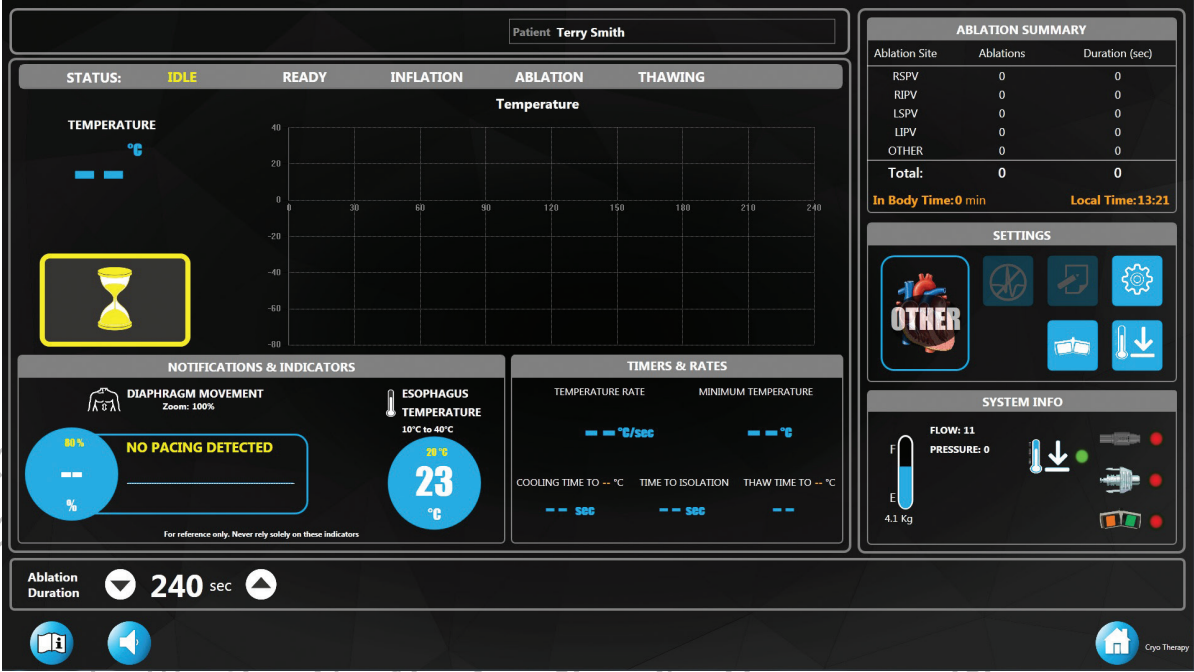

Figura 4. Pantalla Therapy (Terapia) en estado inactivo
8. Se abrirá la pantalla **Therapy** (Terapia) (Figura 4).
Indica el estado actual del sistema (IDLE [Inactivo], READY [Listo], INFLATION [Inflado], ABLATION [Ablación], THAWING [Descongelación]). Se resaltará el estado activo (el estado del sistema debe indicar IDLE [Inactivo] tal como se muestra en la Figura 4).